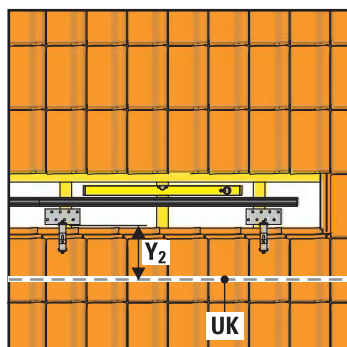
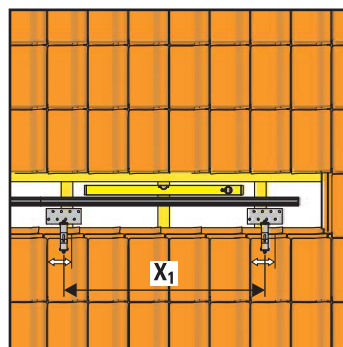

Fig. 3-7 Disporre i ganci da tetto del bordo inferiore progettato del collettore alla distanza Y_2
Fig. 3-8 Determinazione della posizione di montaggio dei ganci da tetto
4. Determinare i punti di montaggio dei ganci da tetto. Distribuire i ganci da tetto uniformemente sotto la guida profilata per il montaggio (fig. 3-7 e fig. 3-8).